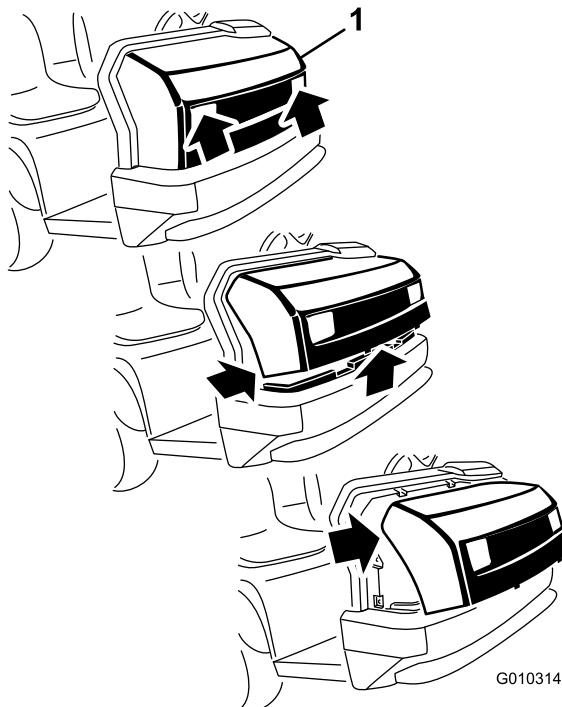

Figura 37
1. Segurando firmemente o capot pelas aberturas dos faróis, levante o capot para soltar as patilhas de montagem inferiores das ranhuras da estrutura (Figura 37).
2. Desloque a parte inferior do capot para cima até ser possível retirar as patilhas de montagem superiores das ranhuras da estrutura (Figura 37).
3. Desloque a parte superior do capot para a frente e desligue os conectores de fios dos faróis (Figura 37).